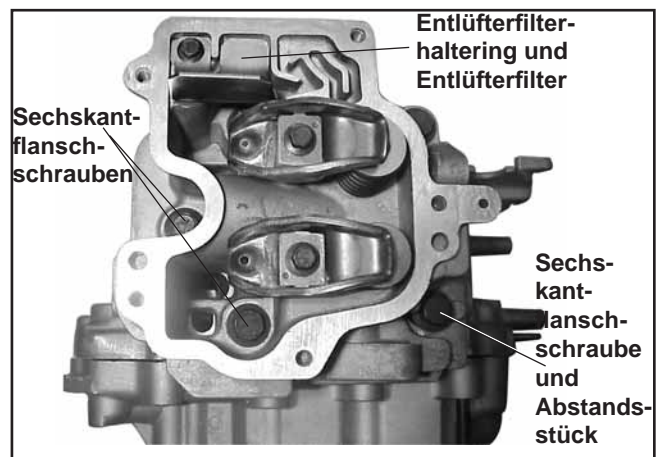
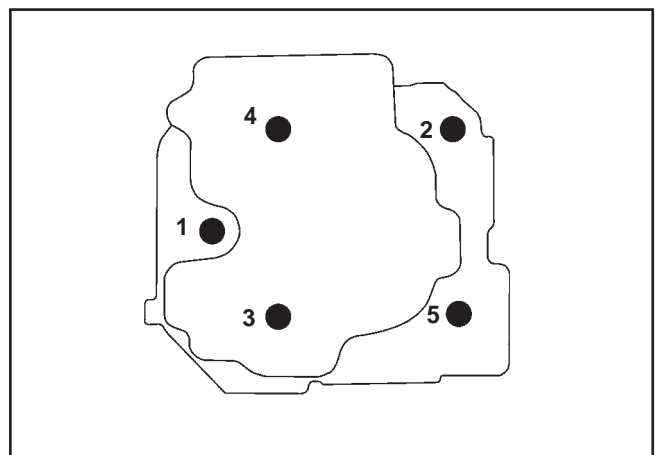

Abbildung 11-34. Einbau des Zylinderkopfs.
Abbildung 11-35. Anzugsreihenfolge für Zylinderkopfschrauben.
- Montieren Sie den Entlüfterfilter, Entlüfterfilterhalterung und befestigen Sie diese mit der M5-Sechskantflanschschraube. Ziehen Sie die Schraube mit einem Drehmoment von 6,2 Nm (neues Loch) oder 3,9 Nm (gebrauchtes Loch) an. Siehe Abbildung 11-34.
- Montieren Sie eine neue Zylinderkopfdichtung und die Zylinderkopfeinheit am Kurbelgehäuse. Schieben Sie das Abstandsstück und die Scheibe auf die neuen Kopfbolzen und setzen Sie sie in der Position 5 (zwischen Einlass- und Auslassöffnungen) ein. Siehe Abbildung 11-34. Falls der Motor über eine Übertemperaturabschaltung verfügt, schieben Sie den neuen, langen (90 mm) Kopfbolzen durch die Spezialscheibe (ein Rand flach) und den Abschalter und setzen Sie ihn in Position 1 ein. Siehe Abbildung 11-35. Einbau der restlichen neuen Kopfbolzen. Ziehen Sie die Schrauben gemäß der Anzugsreihenfolge in Abbildung 11-35 mit 24 Nm fest. Wiederholen Sie dann die Abfolge und ziehen Sie die Schrauben auf das endgültige Anzugsmoment von 48,9 Nm fest.